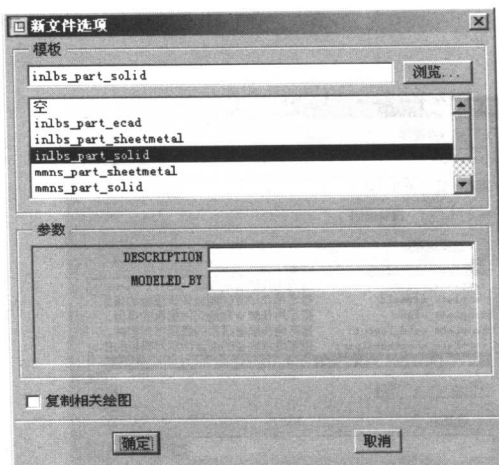

图 0.9 【新文件选项】对话框
(2) 在弹出的【新文件选项】对话框中选择公制模板 `mmns_part_solid`，如图 0.9 所示。
(3) 单击【确定】按钮，回到【新建】对话框，单击【确定】按钮，即应用公制模板。在如图 0.9 所示的对话框中，系统提供了多种模板类型。
① 空：不使用模板。
② `inlbs_part_ecad`：英制 `ecad` 文件。
③ `inlbs_part_sheetmetal`：英制钣金件。
④ `inlbs_part_solid`：英制零件。
⑤ `mmns_part_sheetmetal`：公制钣金件。
⑥ `mmns_part_solid`：公制零件。